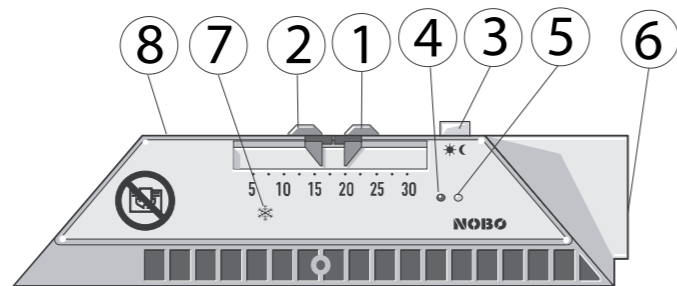

Fig. 1 / Abb. 1 / Kuva 1
2. BETJENINGSPANEL (fig. 1)
2. KONTROLLPANEL (bild 1)